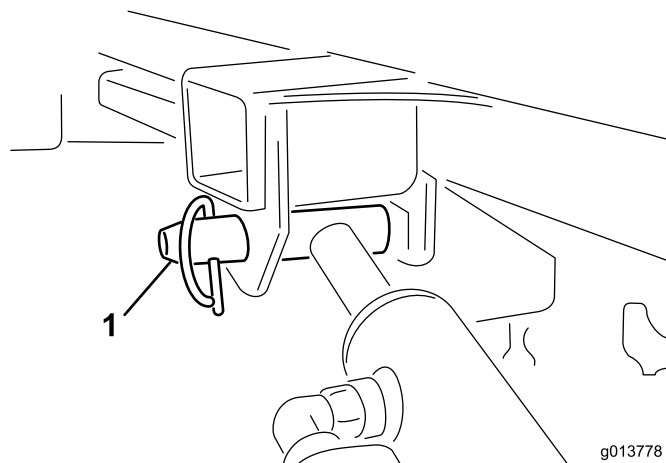

Figure 44
11. Maintenez le vérin de levage d'une main et retirez la goupille de blocage du vérin de levage de l'autre (Figure 44).